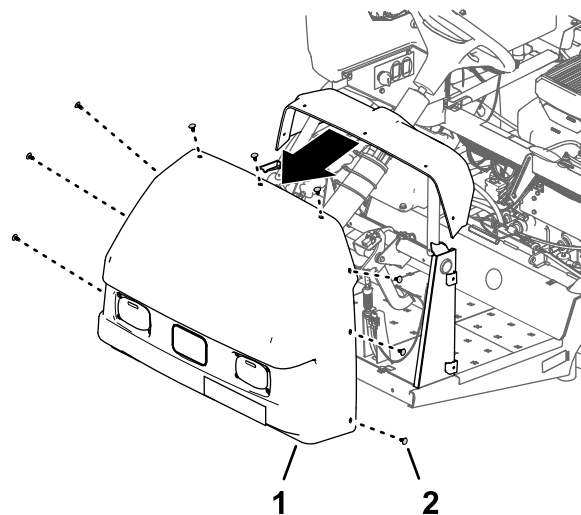

Figura 13
2. Retire os nove fixadores de pressão que prendem o capot ao painel de instrumentos e chassi da máquina (Figura 13).
3. Retire o capot da máquina (Figura 13).